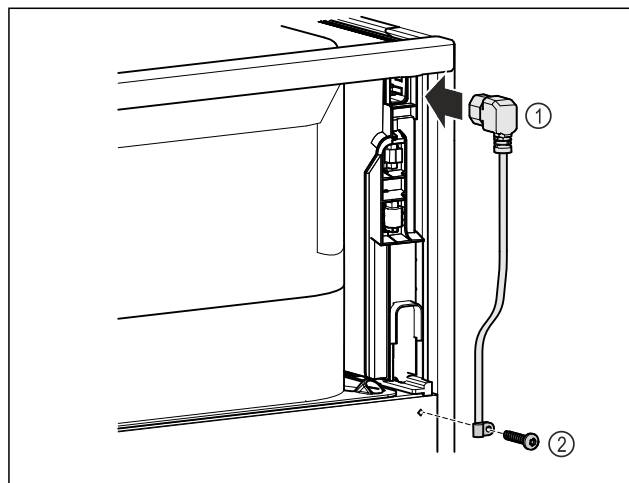

Fig. 11
- Ievietojiet tīkla pieslēguma vada vājstrāvas ierīces ligzdu Fig. 11 (1) ierīces aizmugurē.
- Uzstādiet nostiepuma atslogošanas palīgierīci. Fig. 11 (2)